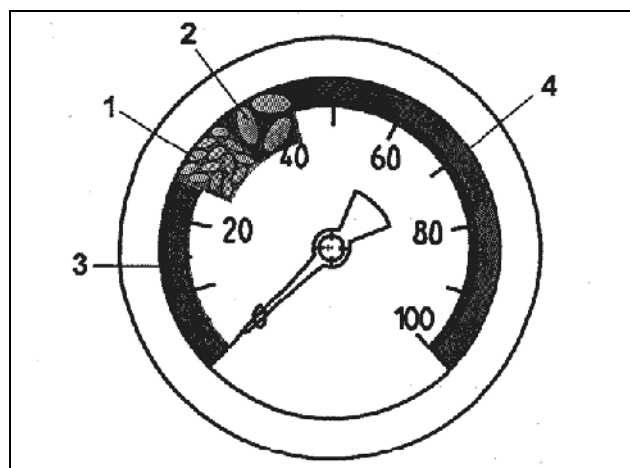

Fig. 107
- 25 und 35 mbar (Fig. 107/1) bzw.
- zwischen 35 und 45 (Fig. 107/2) mbar betragen.